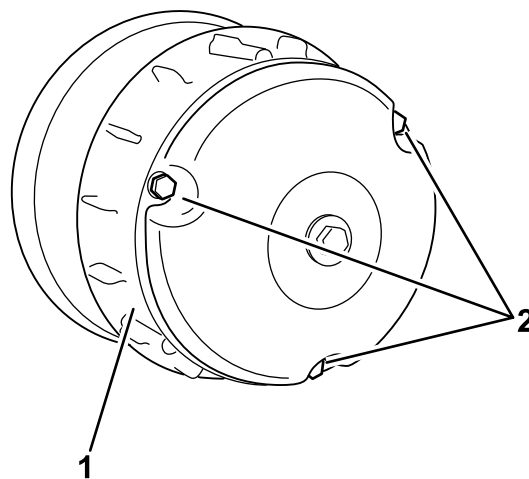

図 50
- クラッチカバーのボルト3本を外してカバーを取る (図 50)。
- クラッチカバーを元通りに取り付けて、ボルト3本図 50さきほど2で外したもので固定する。